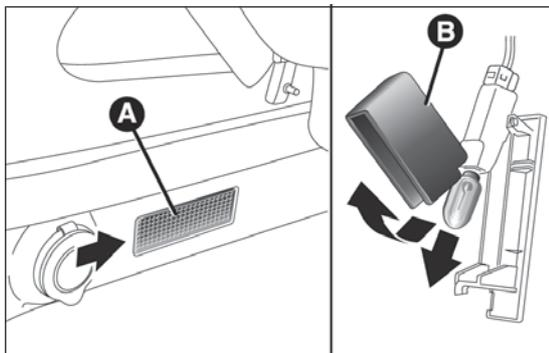

fig. 199
- abrir el maletero y extraer el plafón A fig. 199 actuando en el punto que indica la flecha;